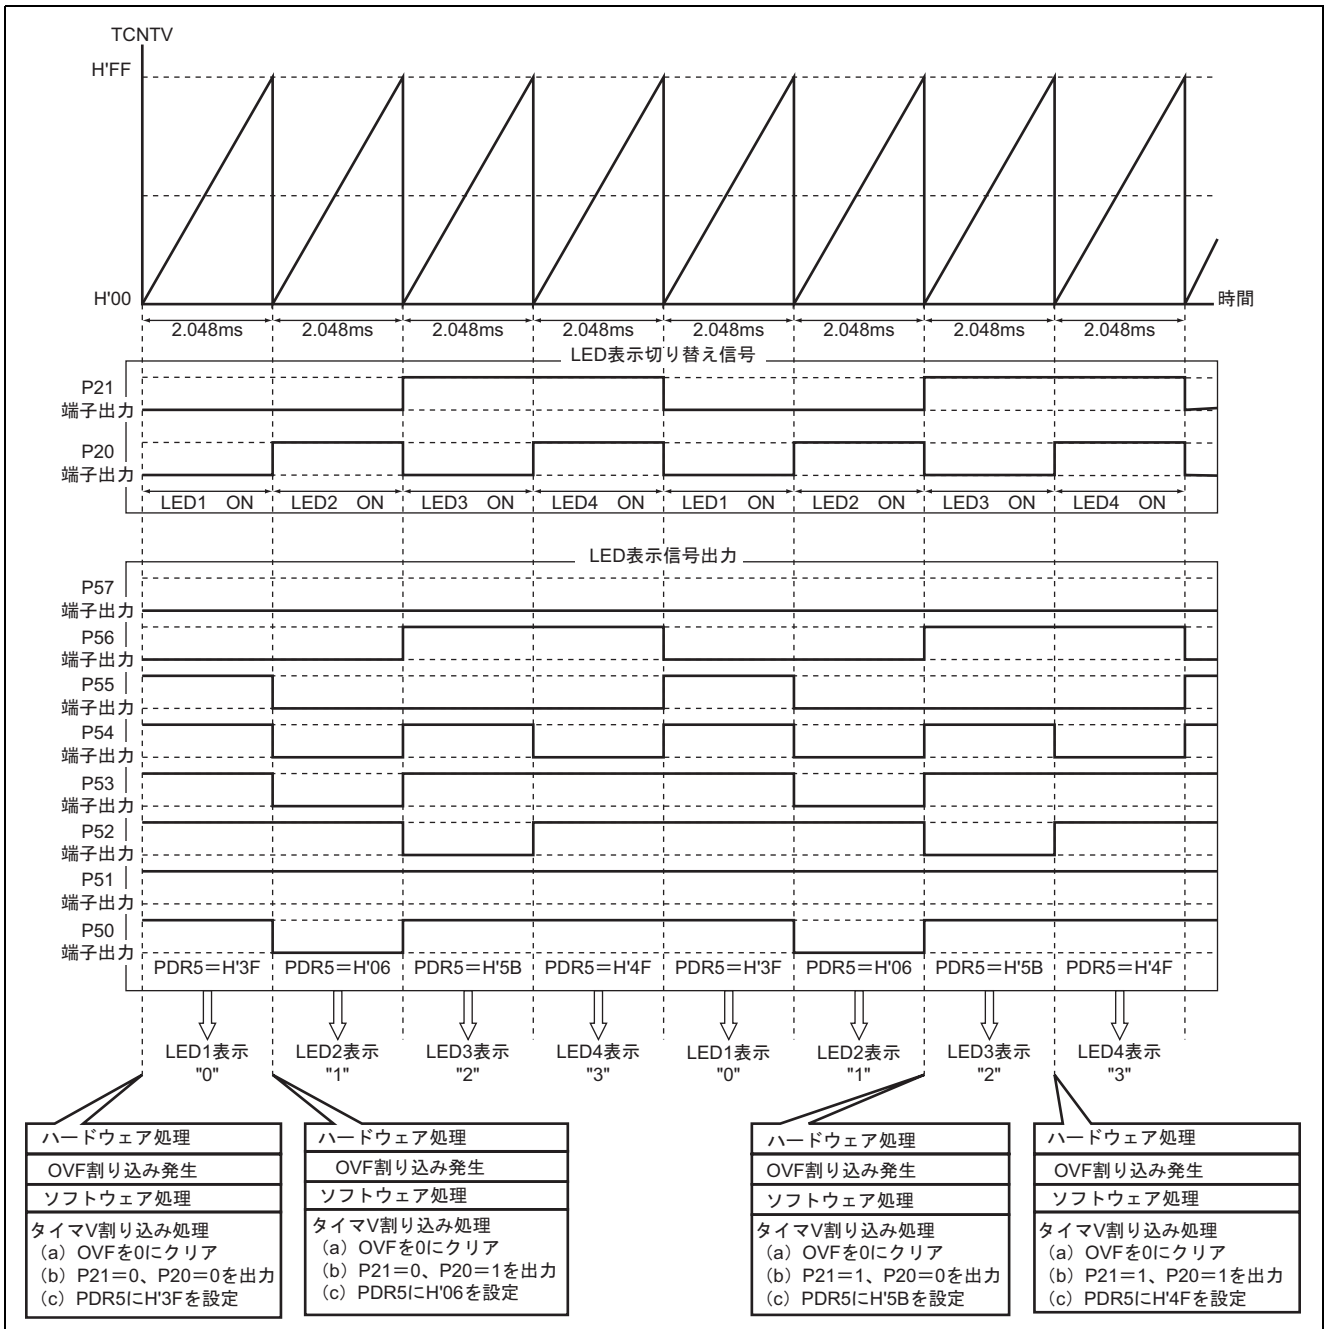

図 3.2 7セグメントLED表示制御の動作原理
2. 7セグメントLEDの表示制御の動作原理について説明します。図3.2はLED4~LED1に"3210"を表示する場合の動作原理について説明しています。図3.2に示すようにタイマVオーバーフロー周期ごとにLED1~LED4を順番に表示させることにより7セグメントLEDのダイナミック表示を行っています。